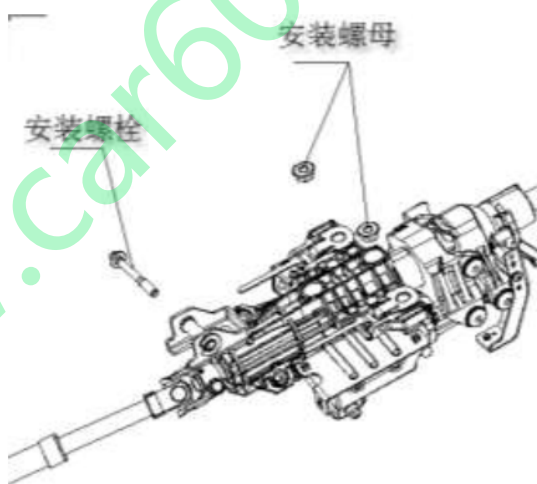

图 17
① 从电动转向管柱上脱开接插件和线束卡扣。
② 拆下 1 个安装螺栓和 2 个安装螺母，取下转向管柱及万向节。如图 17 所示。